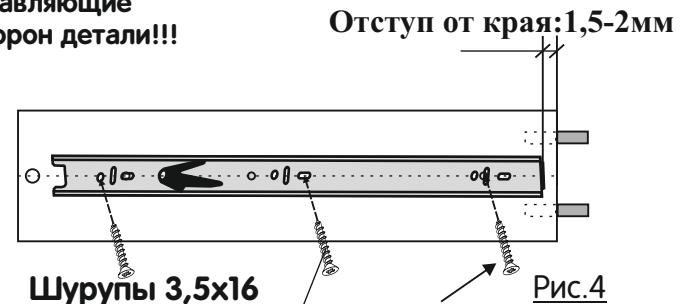

Рис.4
2. Приложить направляющую к каждой боковой стенке ящика так, чтобы центры отверстий направляющей совпали с линией на боковой стенке ящика, выдержав отступ от края, показанные на рис.4.
3. Отступить от переднего края 1,5-2мм , разметить и накернить соответствующие отверстия. Крепить направляющую к каждой боковой стенке ящика шурупами 3,5x16-3шт. (см. рис.4 ).